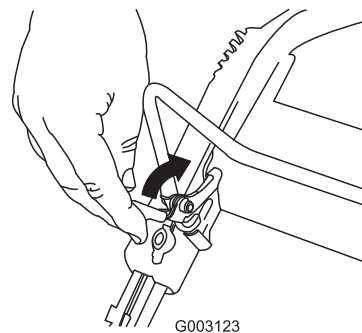

Figure 22
1. Tirez le verrou de la barre de commande en arrière (Figure 22).